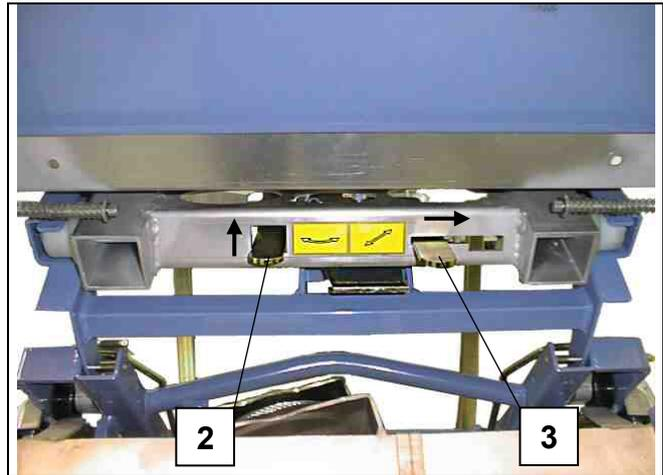

Fig. 54 Verriegelungshebel an der Bühne
- Entriegelungshebel (3) nach rechts schieben und kurz halten bzw. arretieren, um die Bühne nach außen schieben zu können (siehe Fig. 54).
- Ist die Bühne außen am Anschlag den Arretierungshebel (2) nach oben drücken und Lastbühne drehen bis sie wieder verriegelt (siehe Fig. 54).
- Entriegelungshebel (Fig. 54 pos. 3) nach rechts schieben und arretieren, um die Bühne nach außen schieben zu können. Die Bühne vollständig bis zum Anschlag nach außen schieben.
- Arretierungshebel (Fig. 54 pos. 2) nach oben drücken und Bühne drehen bis die Entladebordwand (verriegelt) zur Schienenbahn steht.
- Drehbühne nach innen ziehen bis Der Verriegelungshebel (Fig. 54 pos.3) vor der Schienenbahn einrastet.